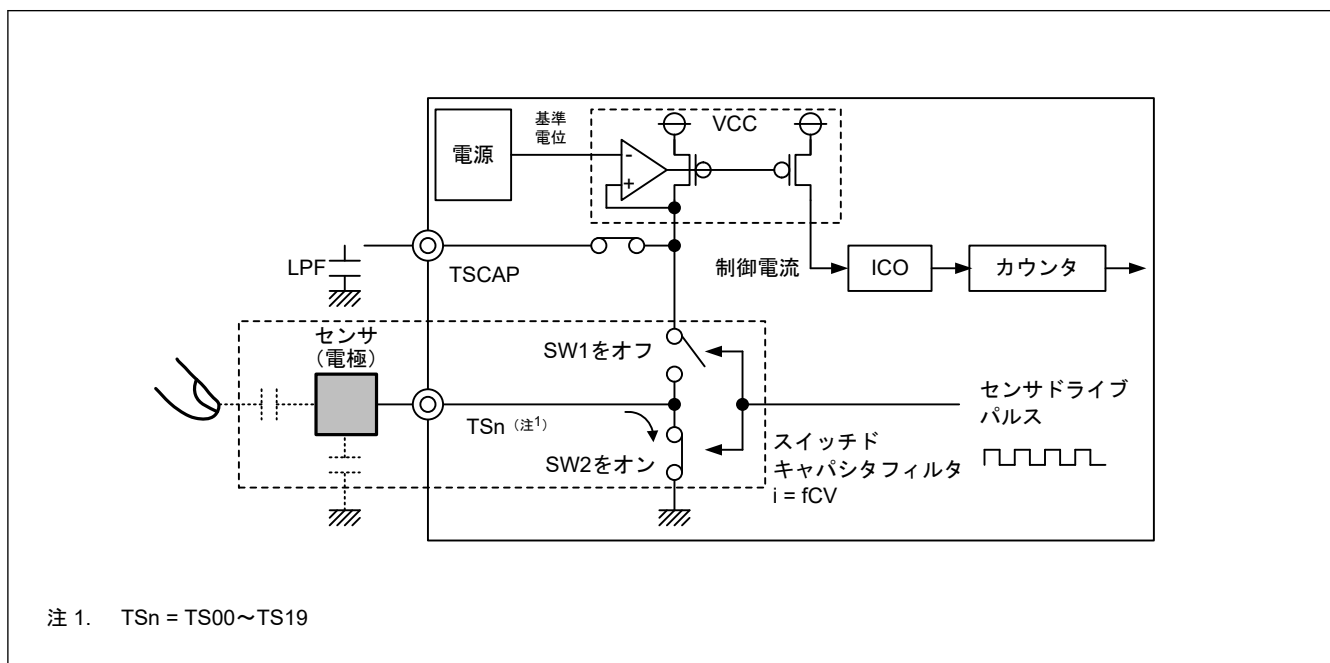

図 46.6 放電動作
2. SW1 を OFF、SW2 を ON にすることで、充電された容量は放電されます (図 46.6)。